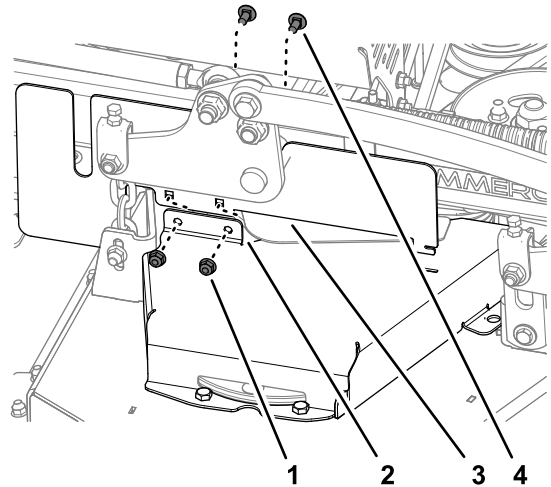

Figura 41
2. Monte la cubierta CE derecha a la cubierta de la correa derecha (Figura 41) con los 2 pernos de cuello cuadrado y 2 contratuercas que retiró en Retirada de la cubierta de la correa izquierda (página 28).